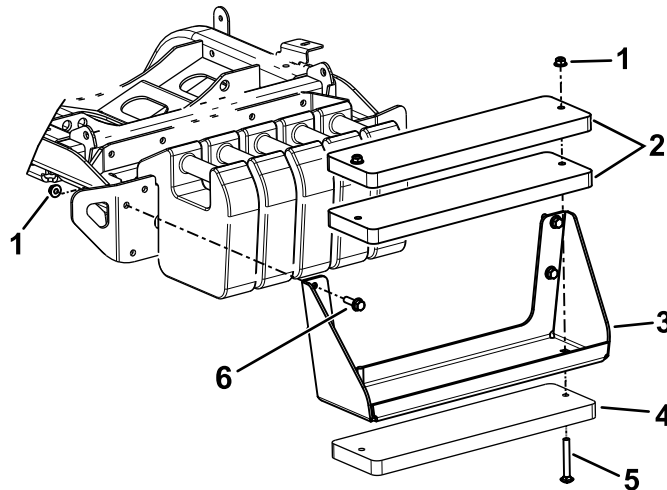

Figure 20
**Remarque:** Voir la procédure sous Figure 20.
- A. Utilisez les boulons ( $\frac{3}{8}$ " x 4") et écrous ( $\frac{3}{8}$ ") pour fixer les 3 masses sur le support (Figure 20).
- B. Utilisez les boulons à tête hexagonale et les écrous (inclus dans le kit) pour fixer le support de masses sur la machine (Figure 20).
- A. Déposez le support de masses de la machine (Figure 20).
- C. Utilisez les boulons ( $\frac{3}{8}$ " x 4") et écrous ( $\frac{3}{8}$ ") pour fixer les 3 masses sur le support (Figure 20).
- D. Utilisez les fixations retirées précédemment pour fixer le support de masses sur la machine (Figure 20).